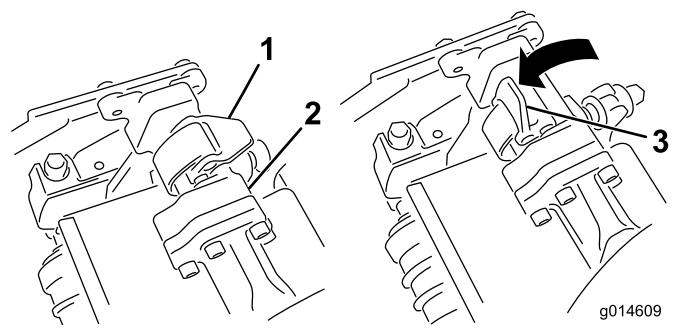

Figura 65
4. Abra os trincos da barra do braço de suspensão (Figura 65) e empurre o braço de suspensão para baixo de forma a que a barra fique sobre ambos os braços inclinados na unidade de corte e certifique-se de que os trincos passam por baixo da barra transversal da unidade de corte (Figura 66).
5. Feche os fechos para baixo e em redor da barra da unidade de corte e bloquee-os no sítio (Figura 65).
6. Abra os fechos na barra do braço de suspensão da unidade de corte que está a remover (Figura 65).